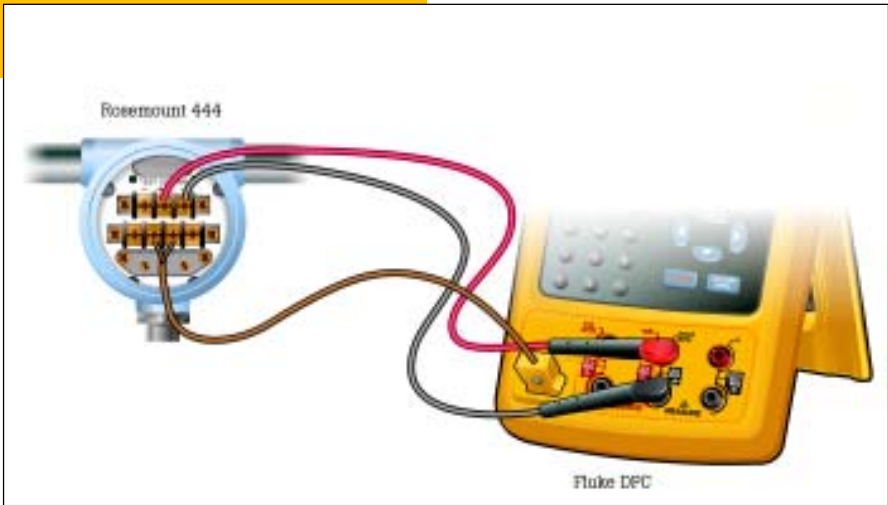

图 1.
1. 将一个 K 型微型热电偶连接至 DPC 的 “TC” 输入，然后连接至变送器的热电偶输入 (图 1)。必须使用正确类型的微型连接器才能连接至 DPC。
2. 将 DPC 中间的两个端子连接至变送器上施加环路电源的位置 (图 1)。